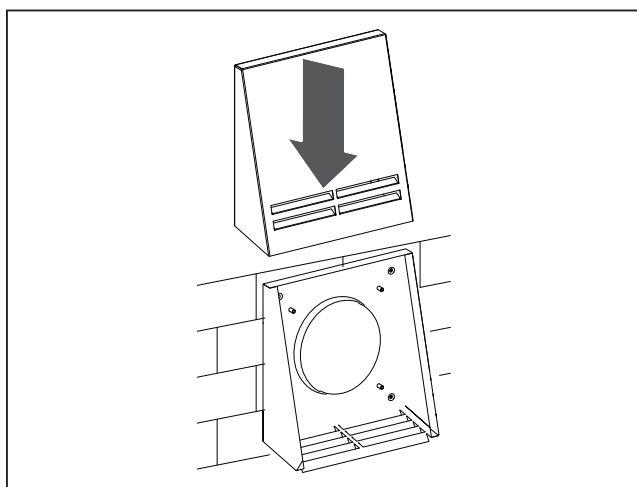

Abb. 16a
- Abb. 16a – Modelle DAC50-COMFORT und DAC50-COMFORT Pro;